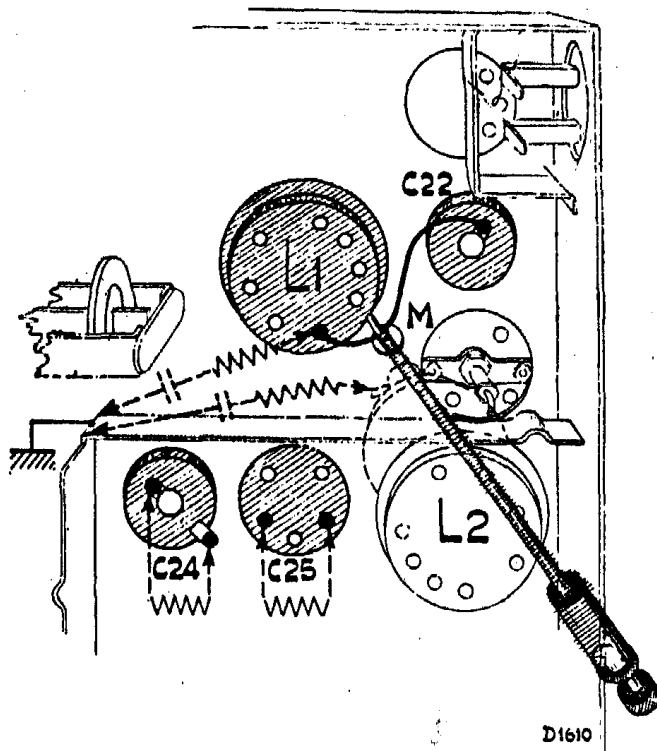

Fig. 5
3. Amortir C24 avec 25000 Ohms (fig. 5); trimmer C25 jusqu'à la déviation maximale du mètre (outputmètre) de sortie, enlever la résistance d'amortissement.
4. Raccorder l'appareil auxiliaire (par exemple au moyen de la fiche de contact (09.991.620) par le trou dans le châssis (fig. 5), amortir C22 avec 2000 ohms avec 0,1  $\mu$ F en série. Syntoniser l'appareil à trimmer.